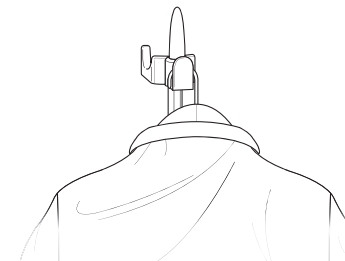

FIGURE 8
2. Autrement, placez le vêtement sur un cintre propre et sans rouille. Placez le cintre (et le vêtement) sur le crochet pour cintre (FIGURE 8).